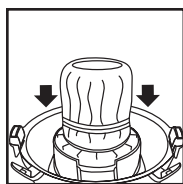

FIGURE 18
30. Puis glisser la bague de fixation par-dessus le filtre jusqu'à ce qu'elle repose contre les nervures de la cage du couvercle. **FIGURE 18.** Pour aspirer des déchets secs, le filtre sec réutilisable doit toujours être posé par-dessus le filtre en mousse.